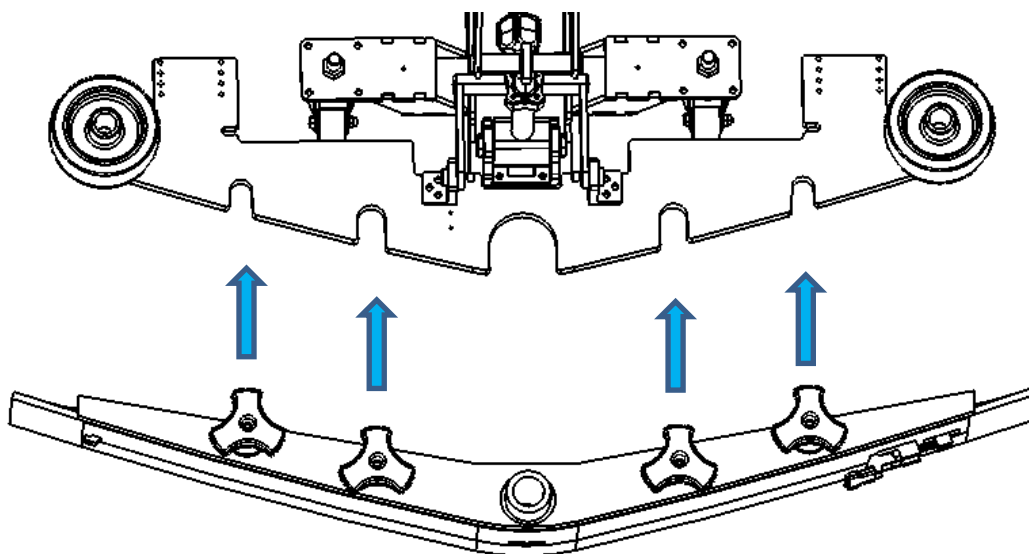

Fig. 2
2. Schuif de zuigmond op de montageplaat (Fig. 2).